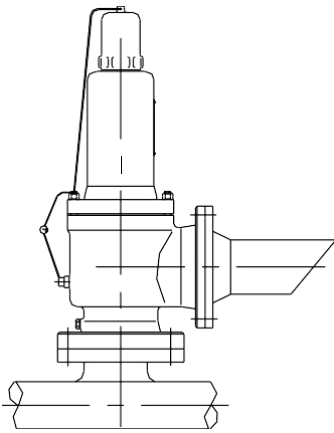

图1 用于空气或其他气体
1) 排放管的内径应大于安全阀的出口口径，以免造成过大的背压力影响安全阀动作,对于不同介质的安全阀排放管的装设形式也有所不同（见例图 1、2、3）。